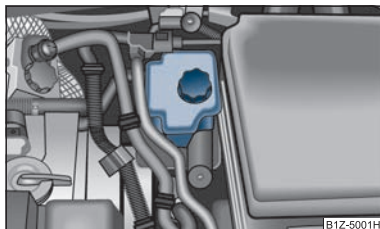

Fig. 166 Compartimentul motor: Rezervorul de lichid de frân
- Verifica i nivelul lichidului de frân din rezervor ⇒ fig. 166. Nivelul trebuie s se g seasc între marcarele „MIN” i „MAX”.